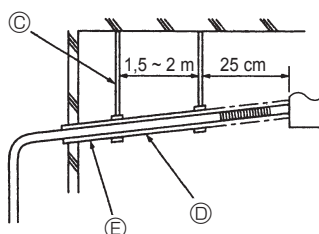

Fig. 8-2
- (4) Vérifier que la déclivité du tuyau d'écoulement est supérieure à 1/100. (Fig. 8-2)